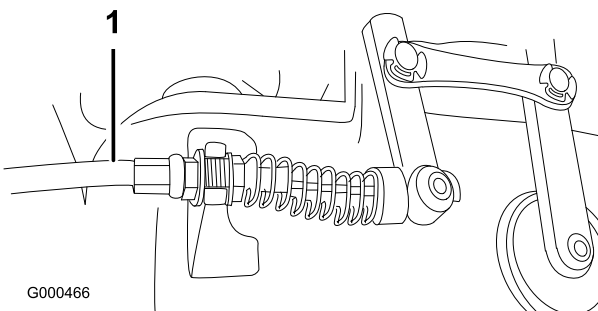

Bild 43
2. Wenn Sie die Zugspannung erhöhen möchten, lösen Sie die Klemmmutter des vorderen Zugs und ziehen Sie die Klemmmutter des hinteren Zugs an (Bild 43) (oben auf dem Getriebe), bis die Kraft des Spindelkabels zusätzlich 3,2 bis 4,5 kg Griffkraft, gemessen am Einstellhandrad, hinzufügt.